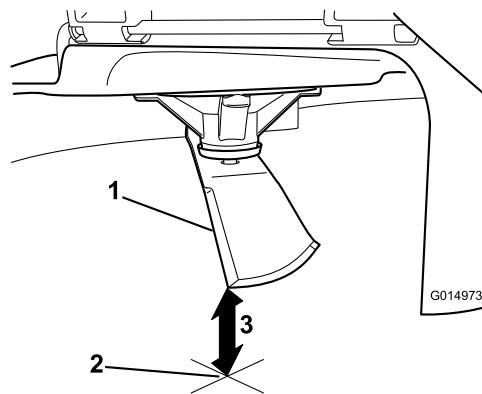

Figure 66
3. Mesurez la distance entre la pointe de la lame et la surface plane (Figure 66).